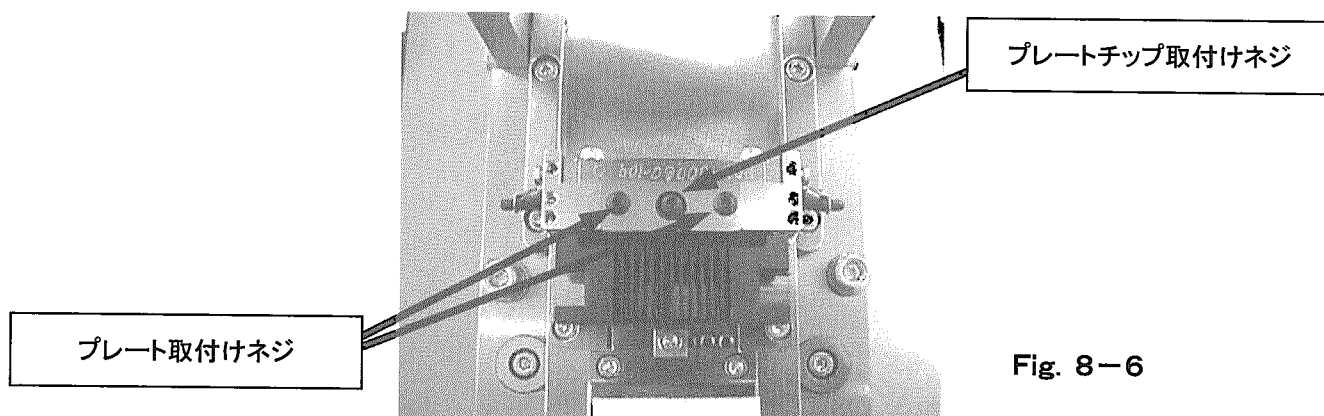

Fig. 8-6
(4) プレートチップ(P/N 1729566-1)交換 <Fig. 8-6>
- ① プレート取付けネジを外し、プレートを外して下さい。
- ② プレートチップ取付けネジを外し、プレートチップを外して下さい。
- ③ 新規プレートチップを左右の位置に注意しながら取付けて下さい。
- ④ プレート取付けネジでプレートを固定して下さい。